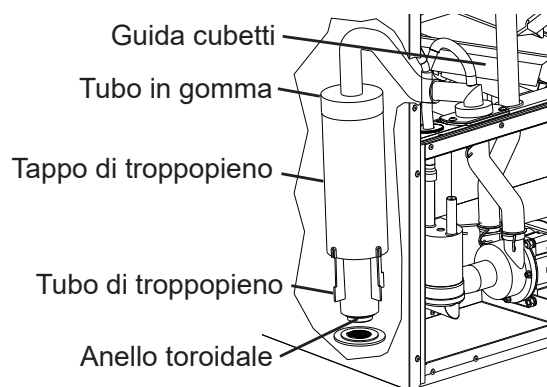

Fig. 6
- 7) Far scorrere la guida cubetti verso destra, quindi rimuovere il tappo in gomma e il manicotto che copre il tubo di troppopieno. Vedere Fig. 6. Svitare il tubo di troppopieno. Dopo aver scaricato il serbatoio dell'acqua, ricollegare il tubo di troppopieno. Ricollocare il tubo in gomma, il tappo di troppopieno e la guida cubetti in modo corretto. **AVVISO! Assicurarsi che l'O-ring sia collegato alla parte inferiore del tubo di troppopieno e prestare attenzione a non spanarlo.**
- 4) Rimuovere il pannello isolante anteriore, quindi far scorrere la guida cubetti verso destra. Rimuovere il tappo in gomma e il manicotto che copre il tubo di troppopieno. Vedere Fig. 6. Svitare il tubo di troppopieno. Dopo aver scaricato il serbatoio dell'acqua, ricollegare il tubo di troppopieno. Ricollocare il tubo in gomma, il tappo di troppopieno, la guida cubetti e il pannello isolante anteriore. **AVVISO! Assicurarsi che l'O-ring sia collegato alla parte inferiore del tubo di troppopieno e prestare attenzione a non spiarlo.**